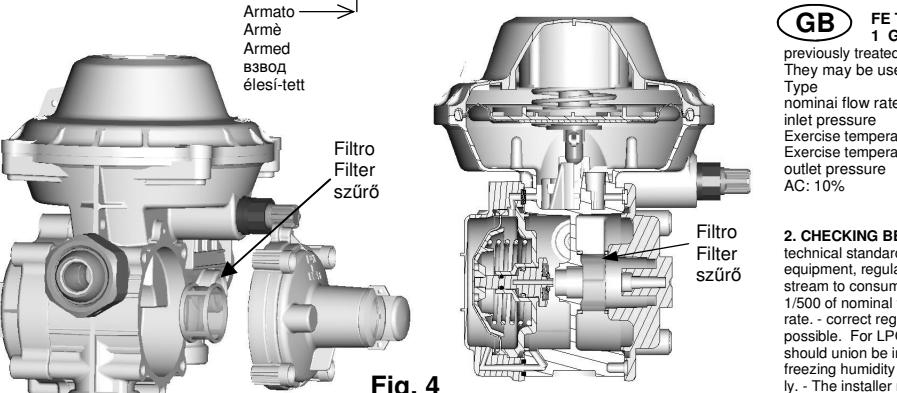

Fig. 4
9.2 PULIZIA DEL FILTRO Qual'ora si rendesse necessaria, la pulizia del filtro in ingresso può essere eseguita senza rimuovere il regolatore della linea. Operare come segue indicato: rimuovere il dispositivo di blocco di massima pressione dal corpo del regolatore (vedi fig. 4), rimuovere il filtro e provvedere alla sua pulizia. Assemblare il dispositivo di blocco sul corpo del regolatore ponendo attenzione a far combaciare il foro sul corpo con quello sulla flangetta intermedia.